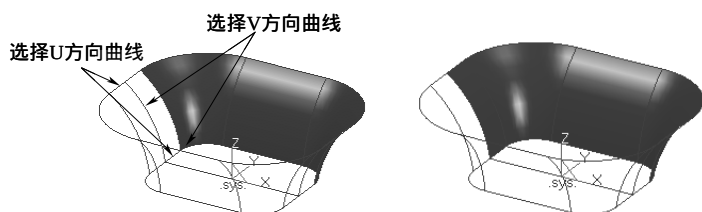

图 6-66 创建网格面 1
5) 选择下拉菜单“造型”→“曲面生成”→“网格面”命令，或者单击“曲面生成栏”工具栏上的“网格面”按钮, 拾取空间曲线为 U 向截面线，单击鼠标右键结束，拾取空间曲线为 V 向截面线，单击鼠标右键结束，完成操作，如图 6-66 所示。